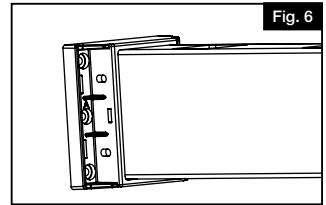

Fig. 6
- Place brackets onto both ends of bottom rail (Fig. 6).
- Placer les supports sur les deux extrémités de la traverse inférieure (Fig. 6).